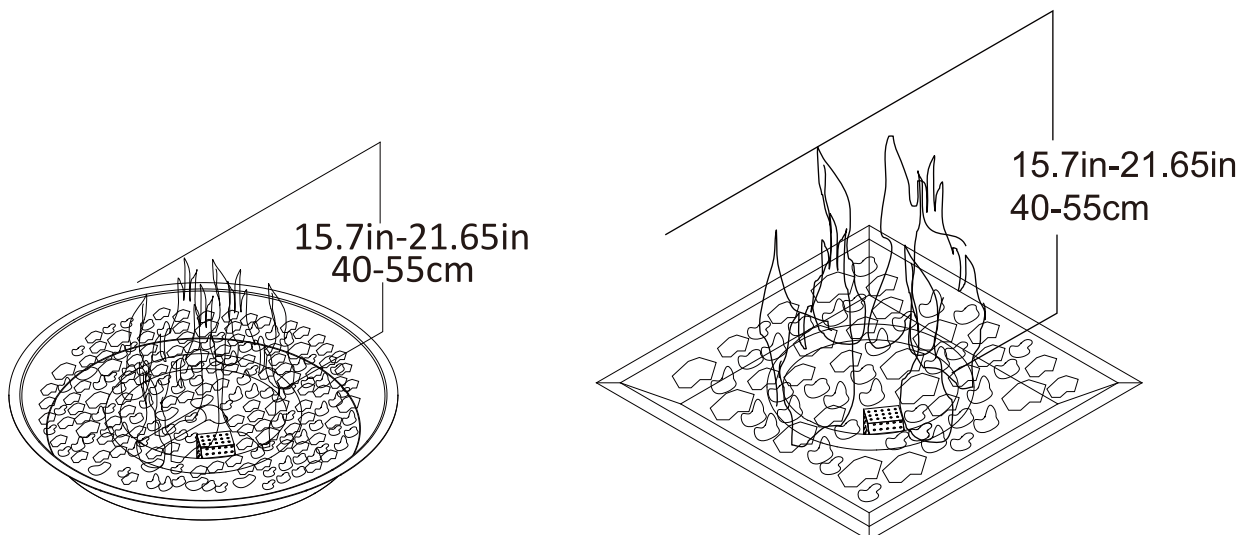

Figure 3
10. Après l'allumage, observez la flamme du brûleur pour vous assurer que tous les orifices du brûleur sont allumés et que la hauteur de la flamme correspond à l'illustration (Figure 3).